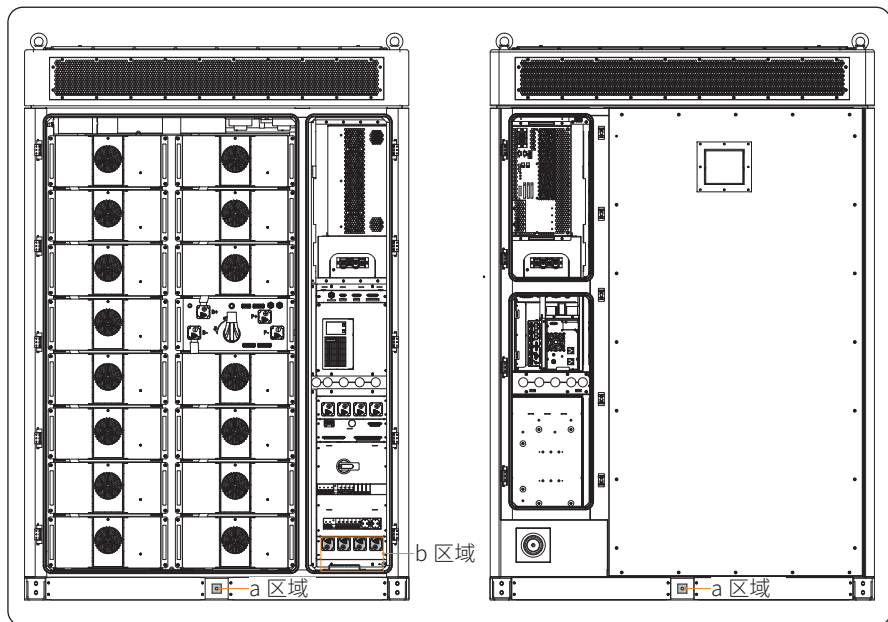

图 7-1 需接线区域
- 接线前，安装人员需了解哪些区域需进行接线，详情请参考图 7-1。
设备支持扁铁接线和 PE 接线。关于接线区域，请参考 "图 7-1 需接线区域" 的 a 区域，请严格遵循以下步骤。
关于电网侧接线，即“图 7-1 需接线区域”的 b 区域，请严格遵循以下步骤。